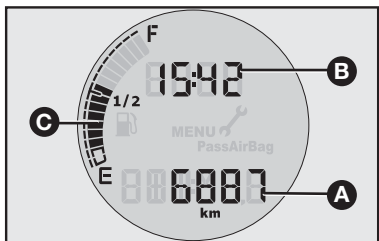

fig. 49
INFORMAÇÕES NO DISPLAY - fig. 49
- Relógio (**B-fig. 49**).
- Hodômetro total (**A-fig. 49**).
- Indicação do nível de combustível (**C-fig. 49**).